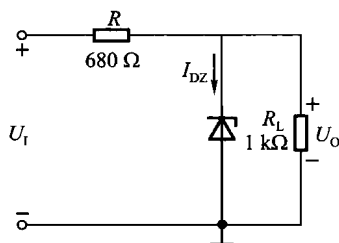

图 1.9 教材图 P1.11
例 1.6(教材习题 1.11) 稳压二极管稳压电路如图 1.9 所示,稳压二极管的参数为  $U_Z = 8.5\text{ V}$ ,  $I_Z = 5\text{ mA}$ ,  $P_{ZM} = 250\text{ mW}$ ,输入电压  $U_1 = 20\text{ V}$ 。(1) 求  $U_o$ 、 $I_{DZ}$ ;(2) 若  $U_1$  增加 10%,  $R_L$  开路,分析稳压二极管是否安全;(3) 若  $U_1$  减小 10%,  $R_L = 1\text{ k}\Omega$ ,分析稳压二极管是否工作在稳
由图 1.9 可得